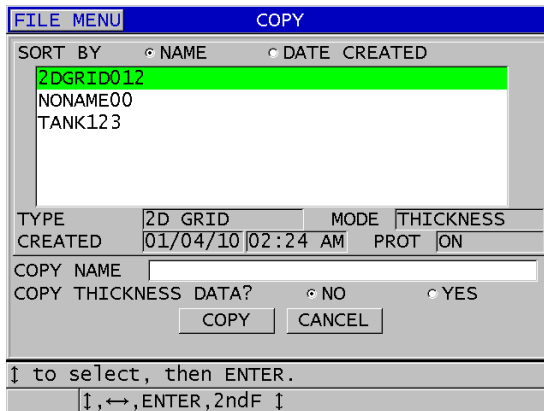

図 11-17 ファイルのコピー
3. コピー画面で、以下の操作を行います（204 ページの図 11-17 参照）。